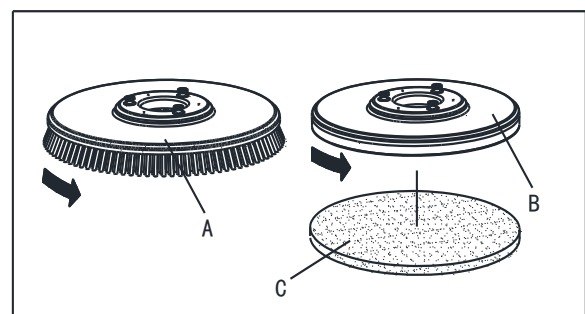

Figura 5
Instale o suporte da escova (A, Figura 5) ou esponja (B e C, Figura 5) de acordo com o tipo de chão a ser limpo.
1. Insira a chave de ignição (35) e gire-a para "O".
2. Levante o convés pressionando o pedal (9).
3. Se equipado, gire o regulador de velocidade (40) para a suspensão girando-o para a esquerda.
4. Coloque as escovas (A, Figura 5) ou o suporte da esponja (B) no convés (21).
5. Baixe o convés nos suportes de escovas/esponja pressionando o pedal (9).
6. Gire a chave de ignição (35) para "I".
7. Interruptor do suporte de esponja/escova e vácuo (46).
8. Pressione um dos interruptores de Escova/frente (34) para encaixar o suporte de escova/esponja, e liberte-o. Se necessário, repita o procedimento até os suportes de escovas/esponja estarem encaixados.
9. Se o Passo nº 8 for difícil, utilize o método manual girando o suporte da escova/esponja na direção oposta à direção de rodar normal para poder retirar. (Como mostrado na Figura 5).